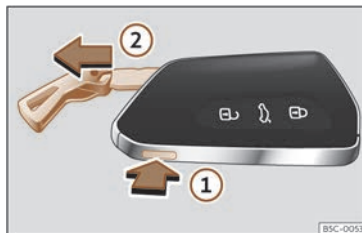

Fig. 68 Chiave del veicolo: estrarre lo spadino.
- Premere il tasto >>> **fig. 68** ① per estrarre l'anello portachiavi e poter estrarre lo spadino ②. Premendo leggermente sull'anello, rimarrà fisso come portachiavi.
- Premere il tasto >>> **fig. 68** ① per sbloccare. Tenere premuto il pulsante ① e contemporaneamente tirare l'occhiello in direzione della freccia >>> **fig. 68** ② per estrarre completamente la chiave.